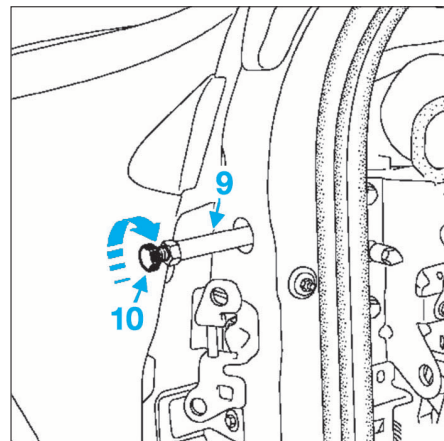

FIG. 61
- Desserrer le centreur (8) pour pouvoir aligner les trous de la doublure de pied avant et les contre-écrous de la traverse de planche de bord.
- Engager l'outil (9) (Car. 1765 : vis de repositionnement des douilles de rattrapage de jeu de poutre de planche de bord) jusqu'en butée du corps (Fig.61).